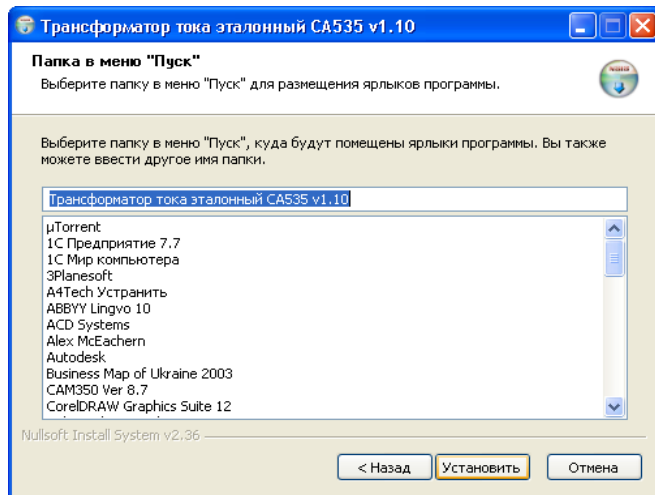
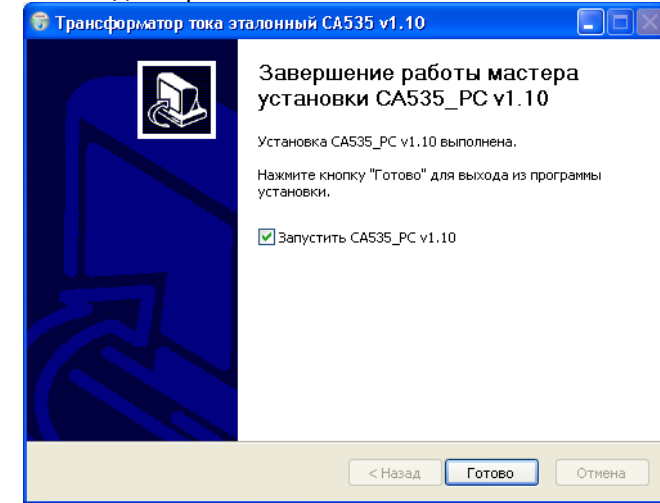

Рисунок 7.9
Рисунок 7.10
3) Визначити місце розміщення ярликів встановлюваної програми, для чого у вікні "Папка" в меню "Пуск" (рисунок 7.9) або погодитися з місцем, пропонуваним за замовчуванням, або вибрати інший варіант зі списку. Для установки програми ПЗ клацнути по кнопці **Установить**, потім дочекатися появи вікна з повідомленням "Установка завершена" і закрити його, клацнувши по кнопці **Готово** (рисунок 7.10).